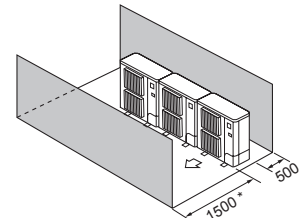

Fig. 2-16
- ④ Kun forhindringer foran og bagved (Fig. 2-16)